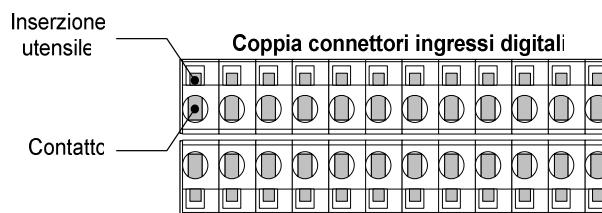

Figura 4 - Connettori per ingressi digitali, relè e alimentazione con serraggio CAGE-CLAMP®
1. Utilizzare un cacciavite (o un qualsiasi utensile appuntito dotato di rigidità meccanica) per aprire il contatto, inserendolo nell'alloggio *inserzione utensile* (Figura 4). Spingere l'utensile in fondo fino a quando rimane bloccato all'interno del contatto.